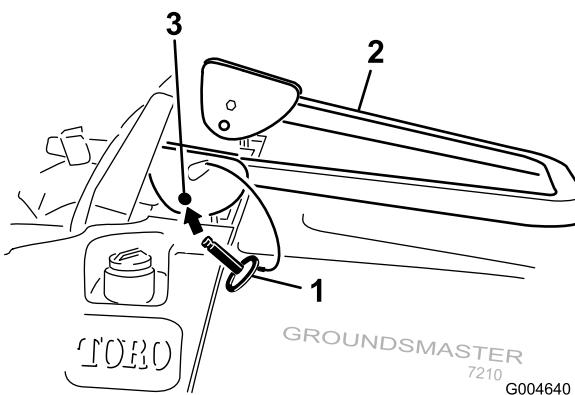

Figure 43
2. Faites pivoter l'arceau de sécurité à la position abaissée (Figure 43).